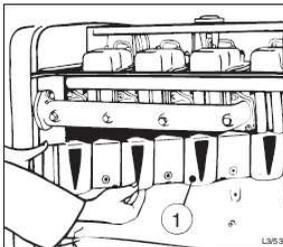

Abb. 35 – Demontage des Staubblechs
- Beim Motor ohne Verkapselung: die seitliche Haube die Kühlluftleitung des Ölkühlers und danach das Staubblech „1“ entfernen (siehe Abb. 35).